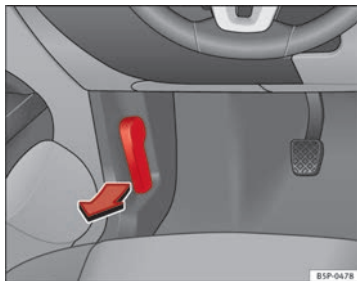

Abb. 165 Ausschnitt aus dem Fußraum auf der Fahrerseite: Entriegelungshebel für die Motorraumklappe
- Ziehen Sie den Hebel unter der Instrumententafel ⇒ Abb. 165 in Pfeilrichtung. Die Motorraumklappe wird durch Federwirkung entriegelt ⇒ ⚠.